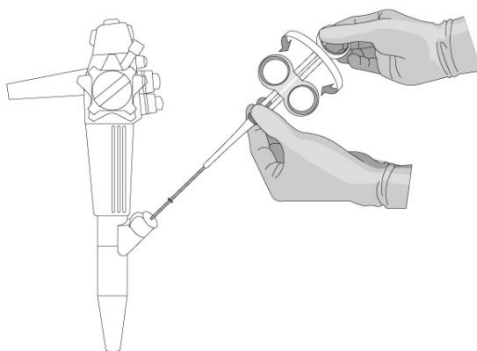

Figura 2
6. Rotiți mânerul pentru a orienta fălcile în direcția optimă (consultați figura 2).